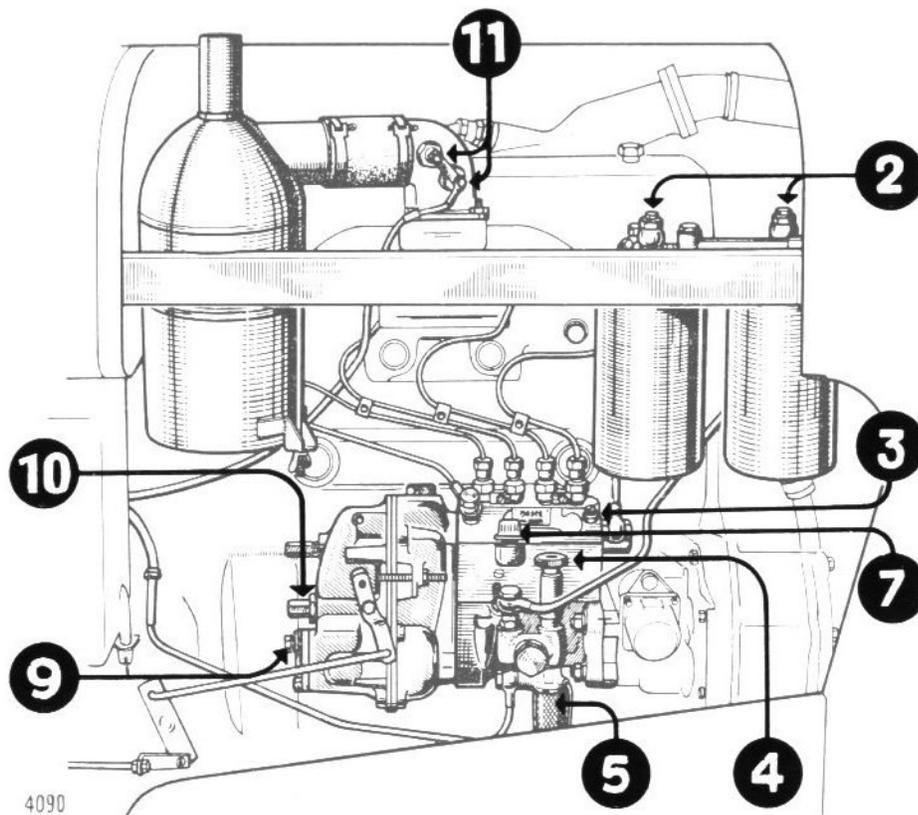

FIG. 9. -
- dévisser d'un tour les deux vis de purge (**rep. 2, fig. 9**) disposées à la partie supérieure des filtres ;
- dévisser à la main le chapeau de la pompe d'amorçage (**rep. 4, fig. 9**) ;
- dévisser d'un tour la vis de purge (**rep. 3, fig. 9**) située à la partie supérieure de la pompe à injection, et actionner à nouveau le piston de la pompe à main. Dès que le combustible sort sans bulle d'air, rebloquer la vis. Après quelques coups de pompe supplémentaires, revisser à fond le chapeau de cette dernière sur son cylindre, afin d'éviter des entrées d'air sur la périphérie du piston qui n'offre qu'une sécurité relative au point de vue étanchéité.